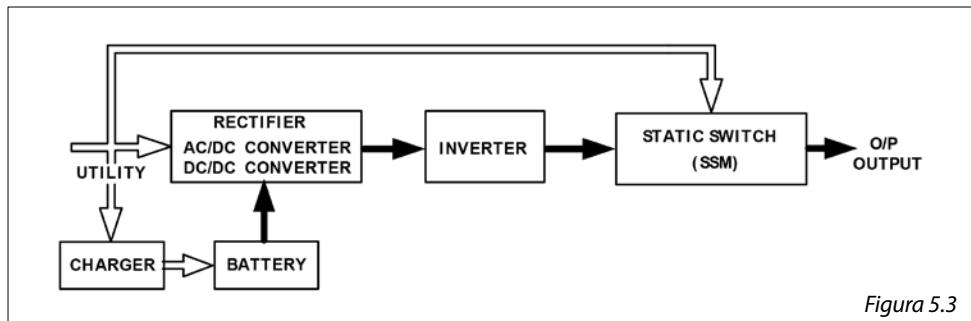

Figura 5.3
3. In caso di avaria, l'UPS funziona come illustrato nella figura 5.3. Quando le batterie sono scariche, l'avvisatore acustico emette un bip continuo fino a quando non sono completamente scaricate. La protezione batteria scarica dell'UPS permette di spegnere l'alimentazione ad un determinato livello per evitare la scarica completa delle batterie.